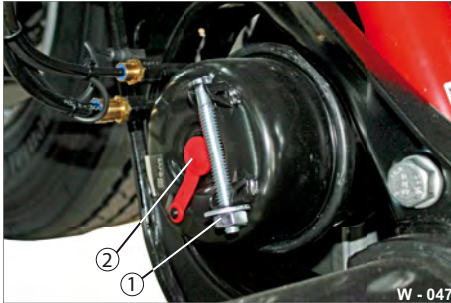

Abb. 54 Federspeicher-Membranzylinder
Die Löseschraube (Abb. 54/1) ist im Fahrzeugzustand des Anhängers in einer hierfür vorgesehenen Lagerung befestigt.
Die Verschlusskappe (Abb. 54/2) schließt die Bohrung am Deckel des Federspeicher-Membranzylinders.
- ▶ Befestigen Sie die Löseschraube am Membranzylinder in der hierfür vorgesehenen Lagerung (siehe Abb. 54).
- ▶ Verschließen Sie die Bohrung mit der Verschlusskappe (Abb. 54/2).